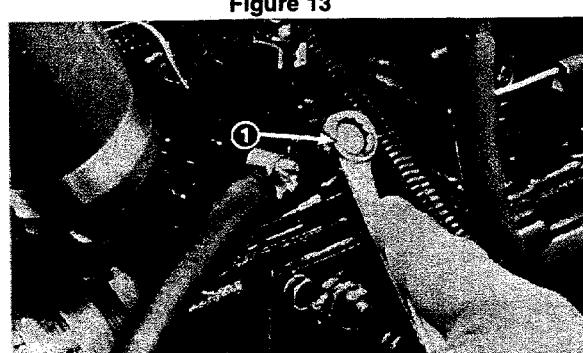

Figure 13
4. Dévisser la vis de purge sur la pompe d'injection de carburant (Fig. 13) au moyen d'une clé de 10 mm.